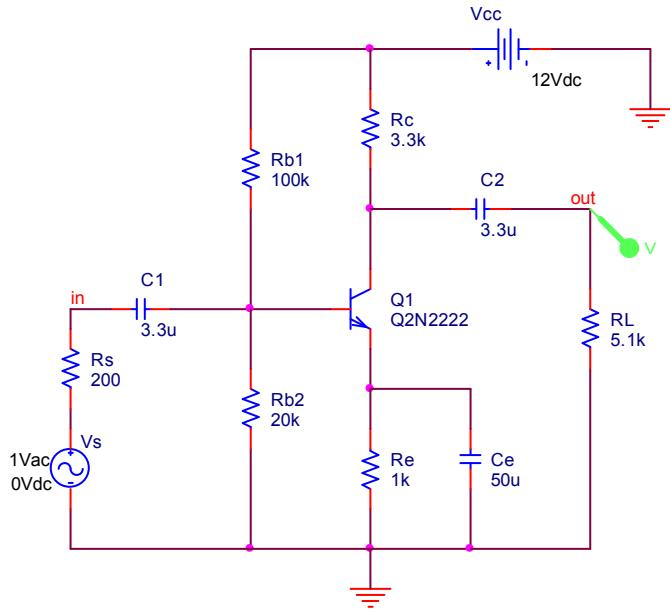

图 4.3
3. 电路如图 4.3, 计算电路的电压增益 $A_{vs} = v_{out} / v_s$ 、通频带、输入、输出阻抗。(li6_1_2)